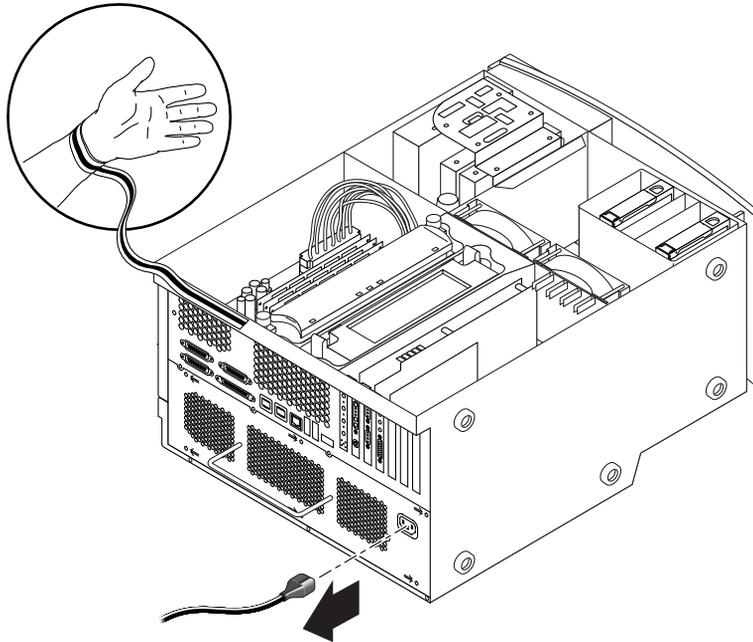

图 9 连接防静电腕带
1. 将工作站侧放在一个工作面上，打开的一面朝上放置（请参阅图 9）。
4. 将腕带的铜箔端接在底架上（请参阅图 9）。